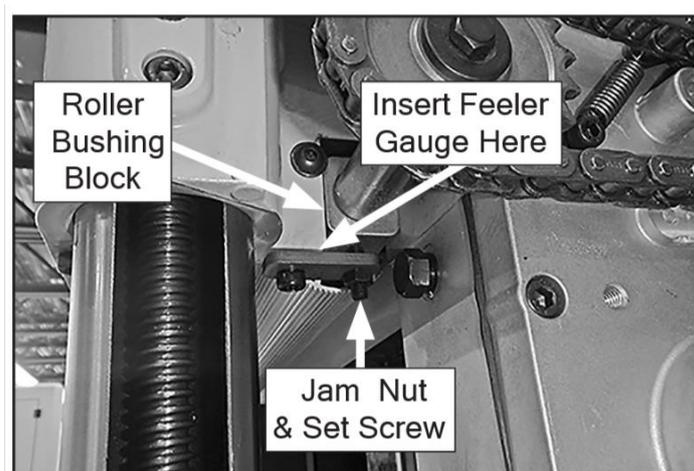

Рисунок 44. Пример расположения щупа для регулировки высоты подающего ролика при использовании деревянных брусков (показано одно из двух мест).
8. Ослабьте стопорные гайки и установочные винты с каждой стороны подающего ролика (см. рис. 44).
9. С помощью щупа отрегулируйте установочный винт так, чтобы он находился на расстоянии 0,040" от втулки ролика (см. рис. 44), затем затяните стопорную гайку. Повторите процедуру с другой стороны подающего ролика.